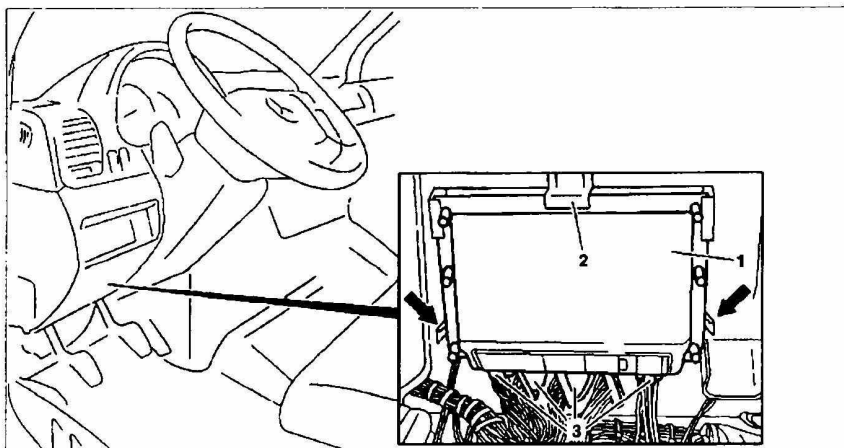

Рис. 30. Снятие и установка блока управления системой впрыска CDI:
2. Отсоедините разъемы проводки **3** от блока управления CDI **1** (рис. 30). Блок управления CDI расположен слева от рулевой колонки.